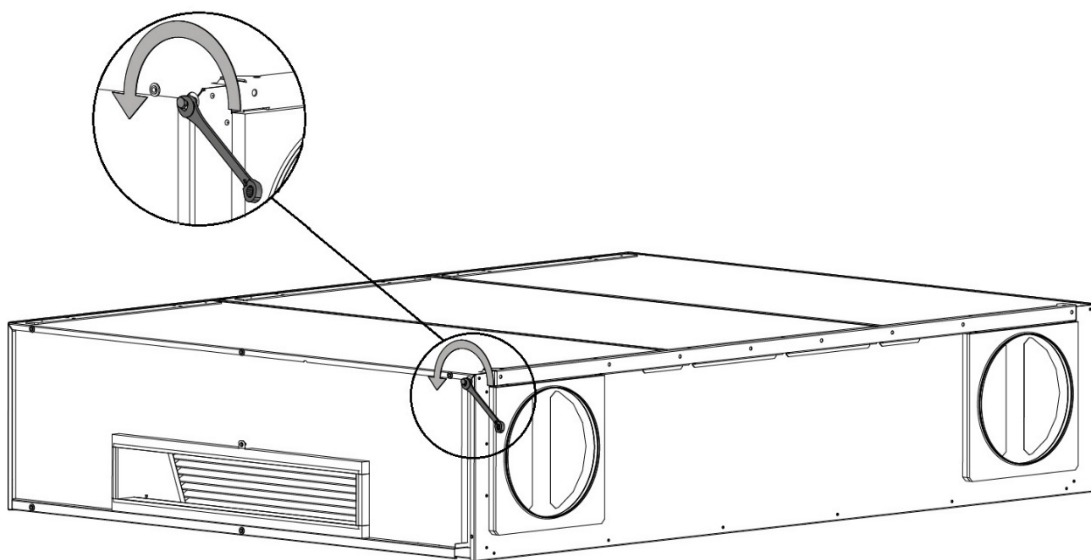
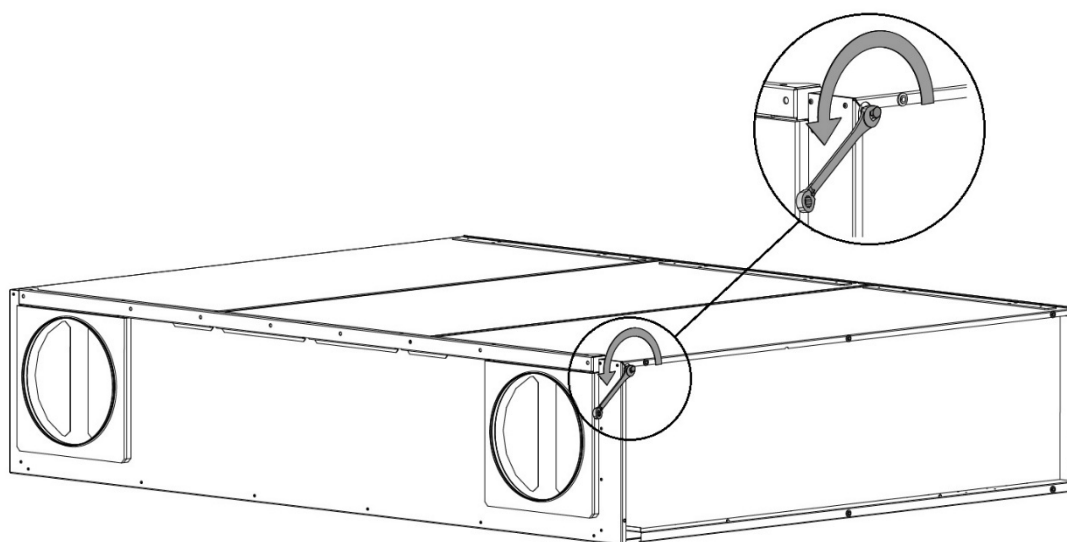

Abbildung 11: Hintere Halterung demontieren, linke Seite von hinten gesehen
Abbildung 12: Hintere Halterung demontieren, rechte Seite von hinten gesehen
1. Demontieren Sie die hintere Halterung, siehe Abbildung 11 und Abbildung 12: